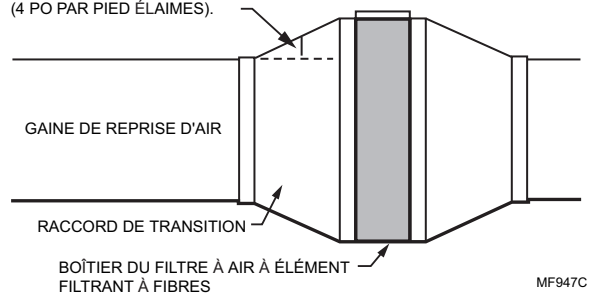

Fig. 12. Modification graduelle de la taille de la gaine d'air en vue de réduire la turbulence.
1. Les raccords de transition réduisent la turbulence et augmentent l'efficacité. Voir la Fig. 12.